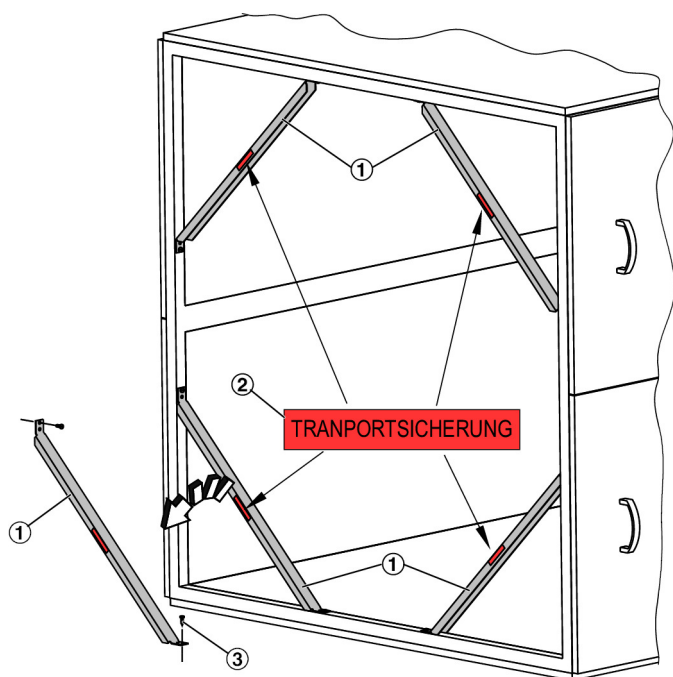

Abb. 8: Transportsicherung mit Traversen
1. ▶ An den RLT-Bauteilen die mit einem roten Aufkleber (Abb. 8 /2) markierten Traversen (Abb. 8 /1) demontieren.
2. ▶ Anschließend die Bohrungen im Rahmen mit den Schrauben (Abb. 8 /3) verschließen.